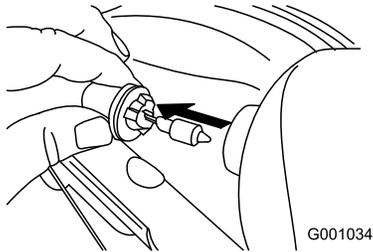

Bild 56
3. Nehmen Sie die Glühbirne hinten am Scheinwerfer gerade heraus (Bild 56).